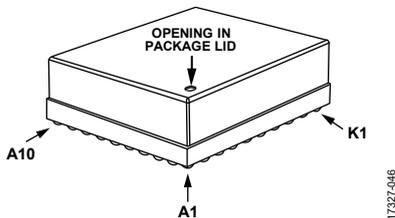

図 54. 圧力リリース用の穴
- リッドの上面には、ADIS16500 のアセンブリ工程での通気および圧力リリース用の穴があります (図 54 参照)。ADIS16500 を PCB に取り付ける際には、この穴をふさがないようにしてください。通常動作時にこの穴が覆われても、一般的には問題ありません。